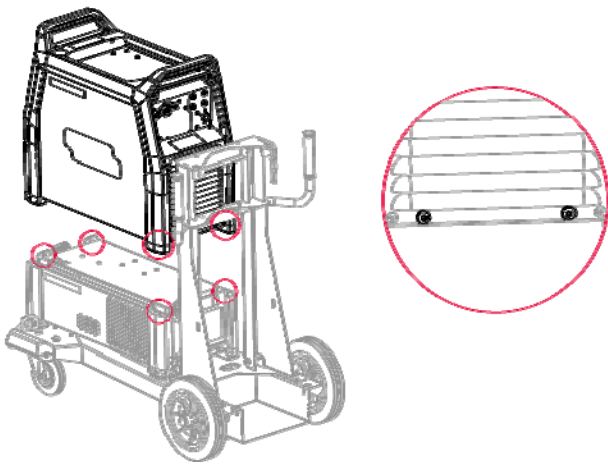

Bild 2
- Placera Speedtec ovanpå kylaren (bild 2).